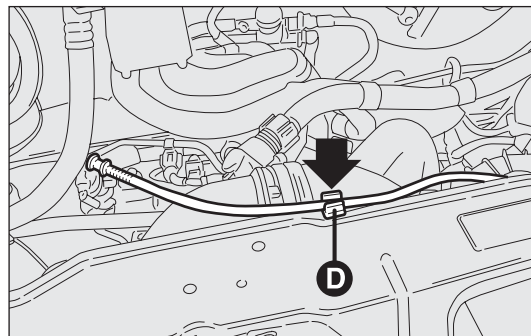
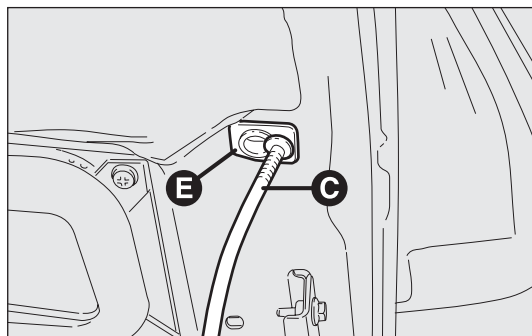

рис. 126
рис. 127
- поднимите капот и одновременно выньте опорную штангу капота – рис. 126 из запирающего устройства D, вставьте оконечность штанги С – рис. 127 в гнездо E капота.
- ❑ удерживайте капот в открытом положении одной рукой, а второй выньте опорную штангу – рис. 127 из гнезда Е и вновь закрепите ее в запирающем устройстве D – рис. 126;